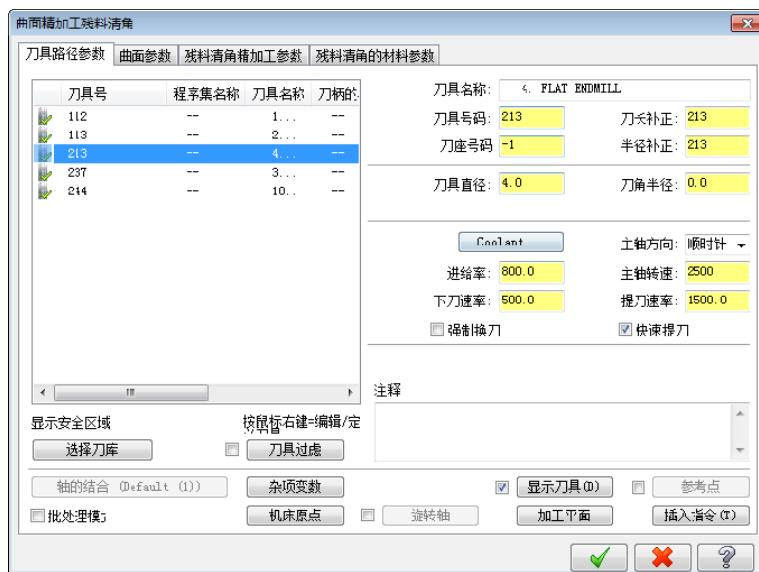

图 10-174 设置刀具路径参数
- 04 设置刀具路径参数。在“刀具路径参数”对话框中单击 按钮，选取直径为 4mm 的平底刀，设置进给率为 800，下刀速率为 500，主轴转速为 2500，提刀速率为 1500，如图 10-174 所示。